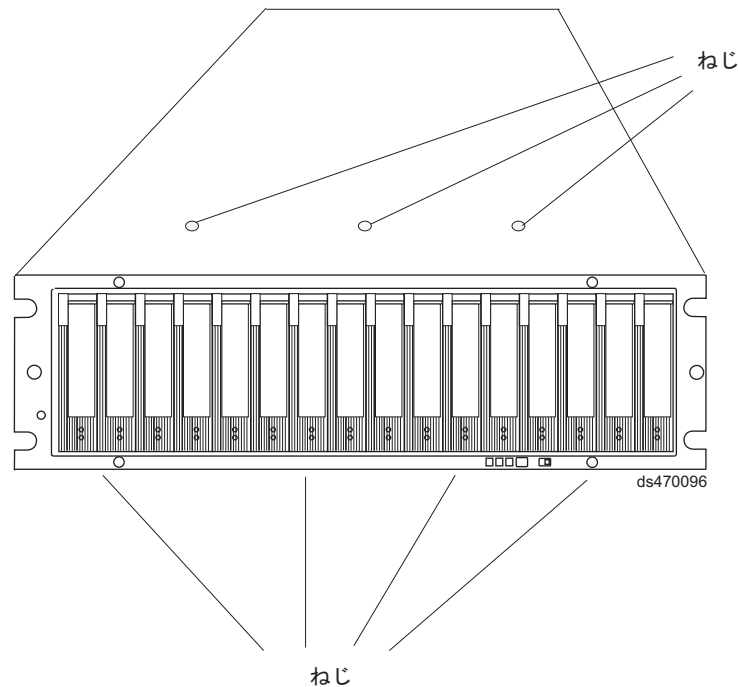

図 87. シャーシの上部および下部をフレームに対して保持するねじ
ラックの前面からシャーシを引き出して、ラックから取り外します。水平面に置きます。181 ページの図 87 に示すように、シャーシの上部に 3 つ、シャーシの下部に 4 つ並んでいるプラスねじを見つけます。 #1 プラスねじ回しを使用して、この 7 つのプラスねじを外します。ねじを保管します。
17. 図 87 に示すように、前面ケージ・フレームを EXP810 シャーシに対して保持する 7 つのプラスねじ (ステップ 12 (180 ページ) で取り外したものの、上部 3 つ、下部 4 つ) を取り付けます。